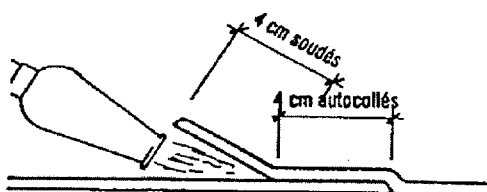

Figure 2a - Recouvrement longitudinal
- Les recouvrements longitudinaux de SOPRALENE FLAM STICK (figure 2a) sont de 0,08 m dont :